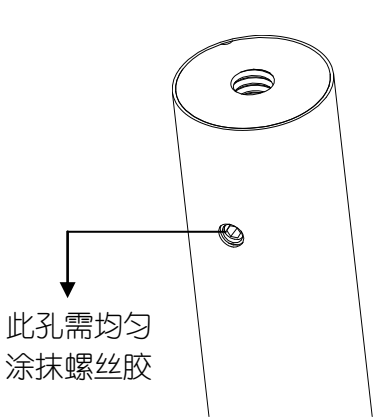

图 2-1
- ① 将闸杆取出，观察闸杆安装端有螺纹孔，以及预置的 1 个沉头螺钉。
- ② 打开随箱配备的螺丝固定胶，在闸杆螺纹孔内涂抹少量胶水，如图 2-1（胶水的作用是防止螺丝长时间使用后因震动松脱，注意要刮涂到预置的 1 个沉头螺钉底孔）。